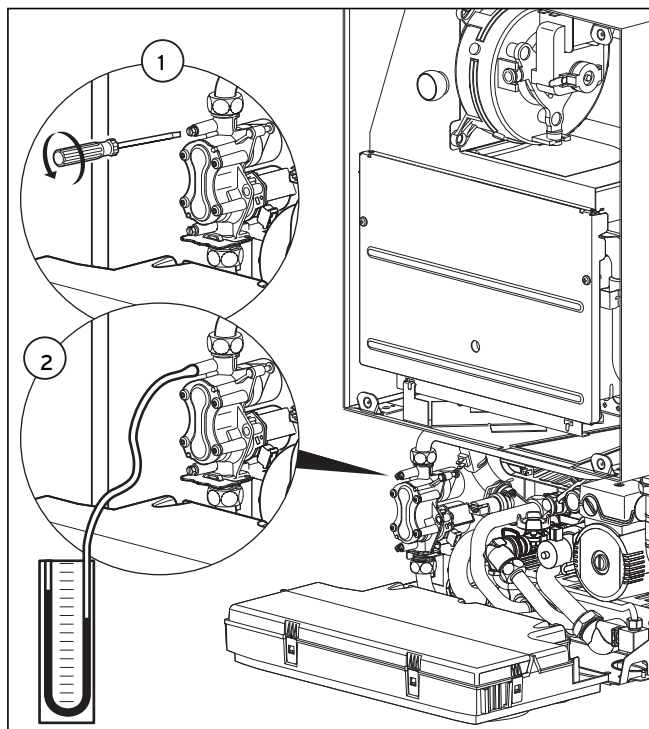

Fig. 6.4 Verifica della portata nominale
- Svitare la vite di tenuta sulla valvola del gas (1, fig. 6.4).
- Collegare un manometro digitale o a tubo a U (2, fig. 6.4).
- Svitare la vite di tenuta sulla valvola del gas (**1**, fig. 6.4).
- Collegare un manometro digitale o a tubo a U (**2**, fig. 6.4).